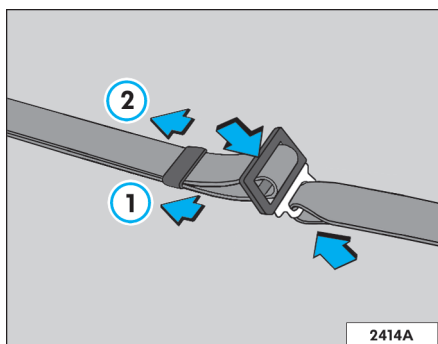

Fig. 11 Hebilla y lengüeta del cinturón de seguridad
- Presione la hebilla conforme lo ilustrado ⇒ **fig. 11** -flechas- e alargue totalmente el cinturón, tirándolo por la banda de la lengüeta ① - vea la orientación en la etiqueta fijada en el cinturón.
- Tire el extremo ⇒ **fig. 11** ② hasta alcanzar un juego máximo de 3 dedos (5 cm) en la región del torax.